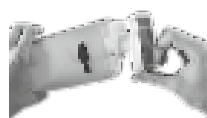

Figura 9
- Retire a tampa da extremidade do depósito e esvazie o seu conteúdo, através da abertura (ver figura 9). Lave o reservatório com água limpa (veja a Figura 10). Não insira objetos dentro do depósito como uma escova de limpeza pois pode danificar o tanque.